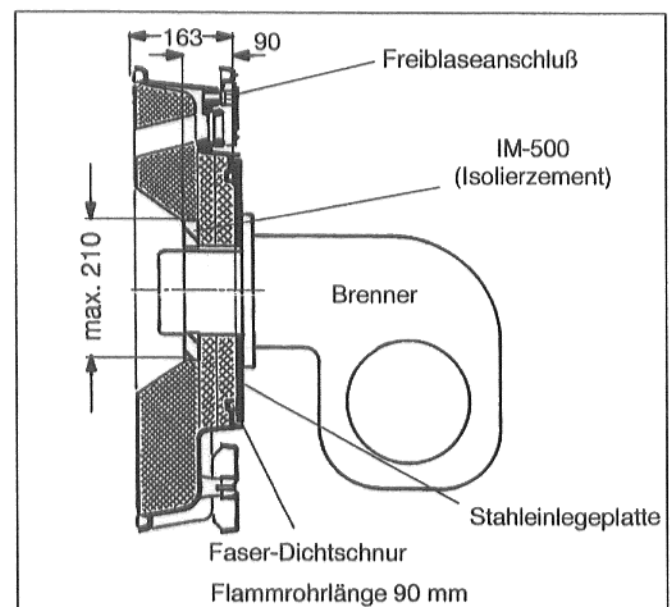

Abb. 30 Brennertür 10–18 Gld.
- Brennerrohr mit Wellpappe oder dergl. umwickeln und festbinden. Brennerrohr montieren und den verbleibenden Spalt zwischen Brennertürisolierung und Brennerrohr mit dem mitgelieferten Isolierzement ausfüllen (Abb. 30).
- Freiblaseanschluß des Schau Loches mit dem Brenner verbinden (Abb. 30), damit das Schauglas frei von Ablagerungen bleibt.